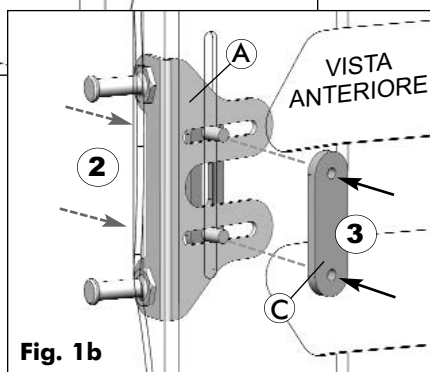

Fig. 1b
- Dal retro del guscio dello schienale, installare le 2 viti sporgenti dalla staffa di montaggio facendole passare attraverso la scanalatura verticale del guscio dello schienale MX2 (2) (fare riferimento alla Fig. 1b);
- Per fissare la staffa di montaggio al guscio dello schienale MX2, avvitare le viti sporgenti alla piastra per i dadi (D) sulla parte anteriore (interna) del guscio dello schienale (3) (fare riferimento alla Fig. 1b).
- 2 Installare la restante staffa di montaggio a sgancio rapido (A) sul lato opposto del guscio dello schienale (come per il **Passaggio 1** descritto in precedenza).